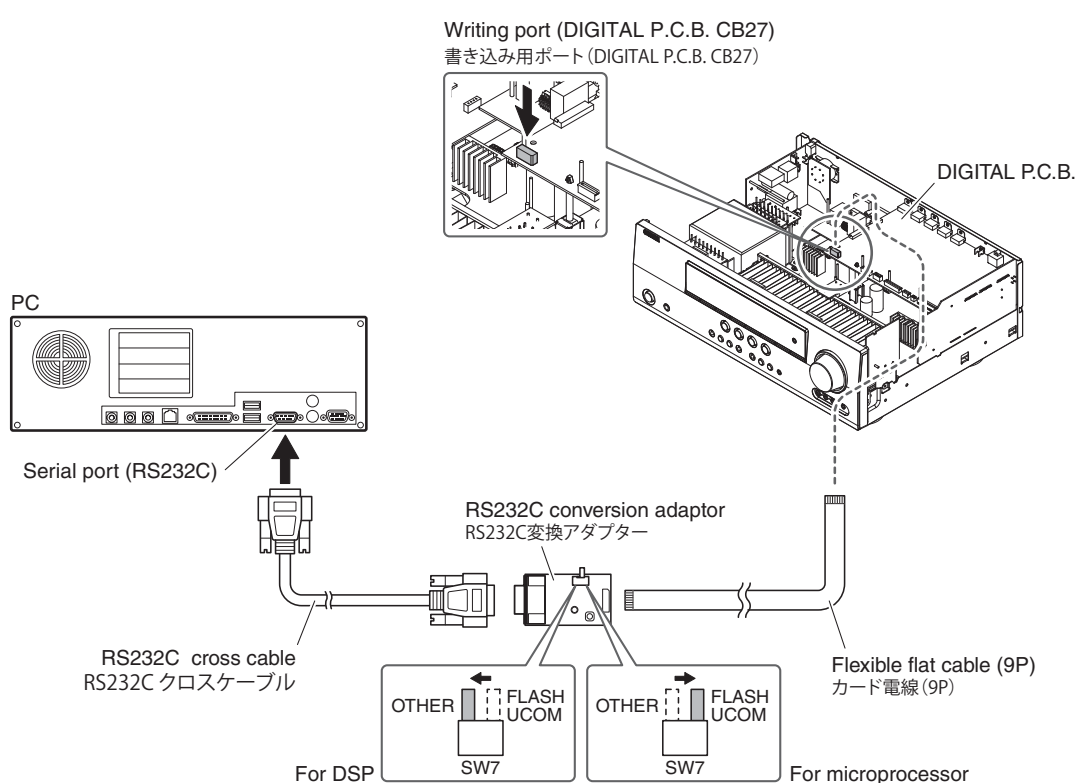

Fig. 1
2. Connect the writing port (CB27 of DIGITAL P.C.B.) of this unit to the serial port (RS232C) of the PC with RS232C cross cable, RS232C conversion adaptor and flexible flat cable as shown below. (Fig. 1)
3. Set the switch (SW7) of RS232C conversion adaptor as shown below. (Fig. 1)
2. 本機の手書き用ポート (DIGITAL P.C.B. CB27) と PC のシリアルポート (RS232C) を下記のように接続します。 (Fig. 1)
3. RS232C 変換アダプターのスイッチ (SW7) を下記のように設定します。 (Fig.1)